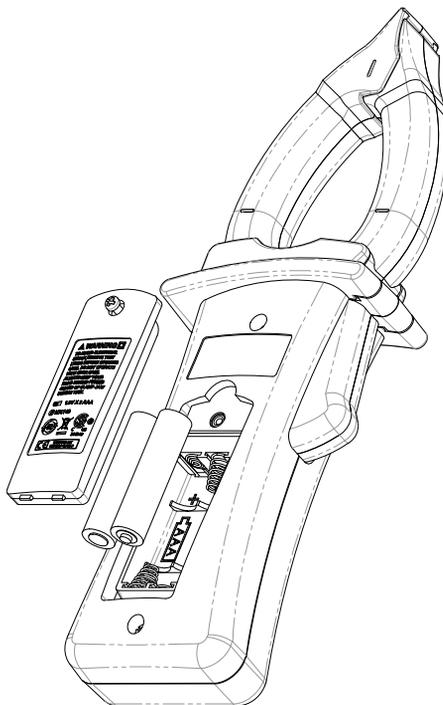

Figura 1-1 Installazione delle batterie
- 1 Aprire il coperchio delle batterie.** Con un cacciavite adatto Phillips, svitare e rimuovere il coperchio della batteria come nella **Figura 1-1**.